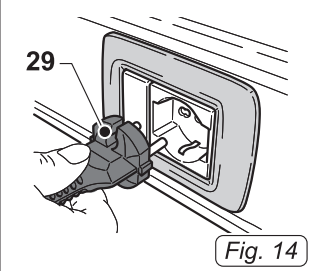

Fig. 14
- Inserire la spina (29 Fig. 14) nella presa di corrente.